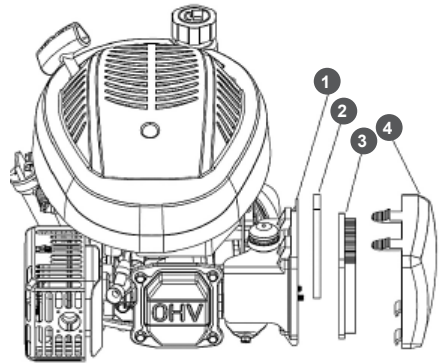

Рис. 15 Обслуживание воздушного фильтра
1. Снимите крышку 4 воздушного фильтра (Рис. 15).
2. Извлеките из корпуса фильтрующие элементы 2 и 3 (Рис. 15).